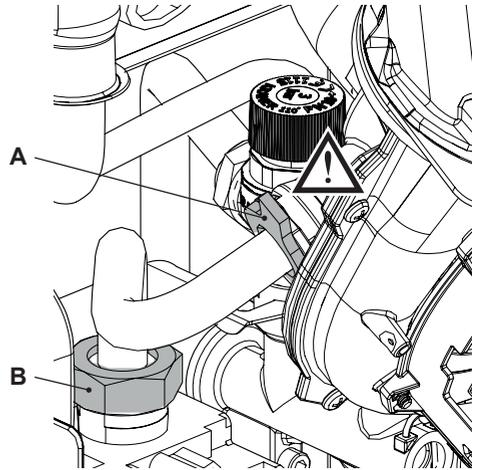

Figura 8.1
- Desenrosque la tuerca loca **B** y extraiga el tubo del gas **A** (Figura 8.1).
apretado la tuerca loca del tubo de gas (Figura 8.1).